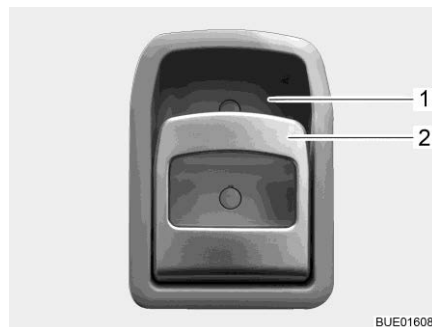

Bild 69 Dörrlås (ingångsdörr insida)
- Drag i handtaget (Bild 69,2). Dörrlåset låses upp respektive öppnas.
- Tryck handtagets (Bild 69,2) övre del i riktning mot greppkåpan (Bild 69,1). Dörrlåset låses.